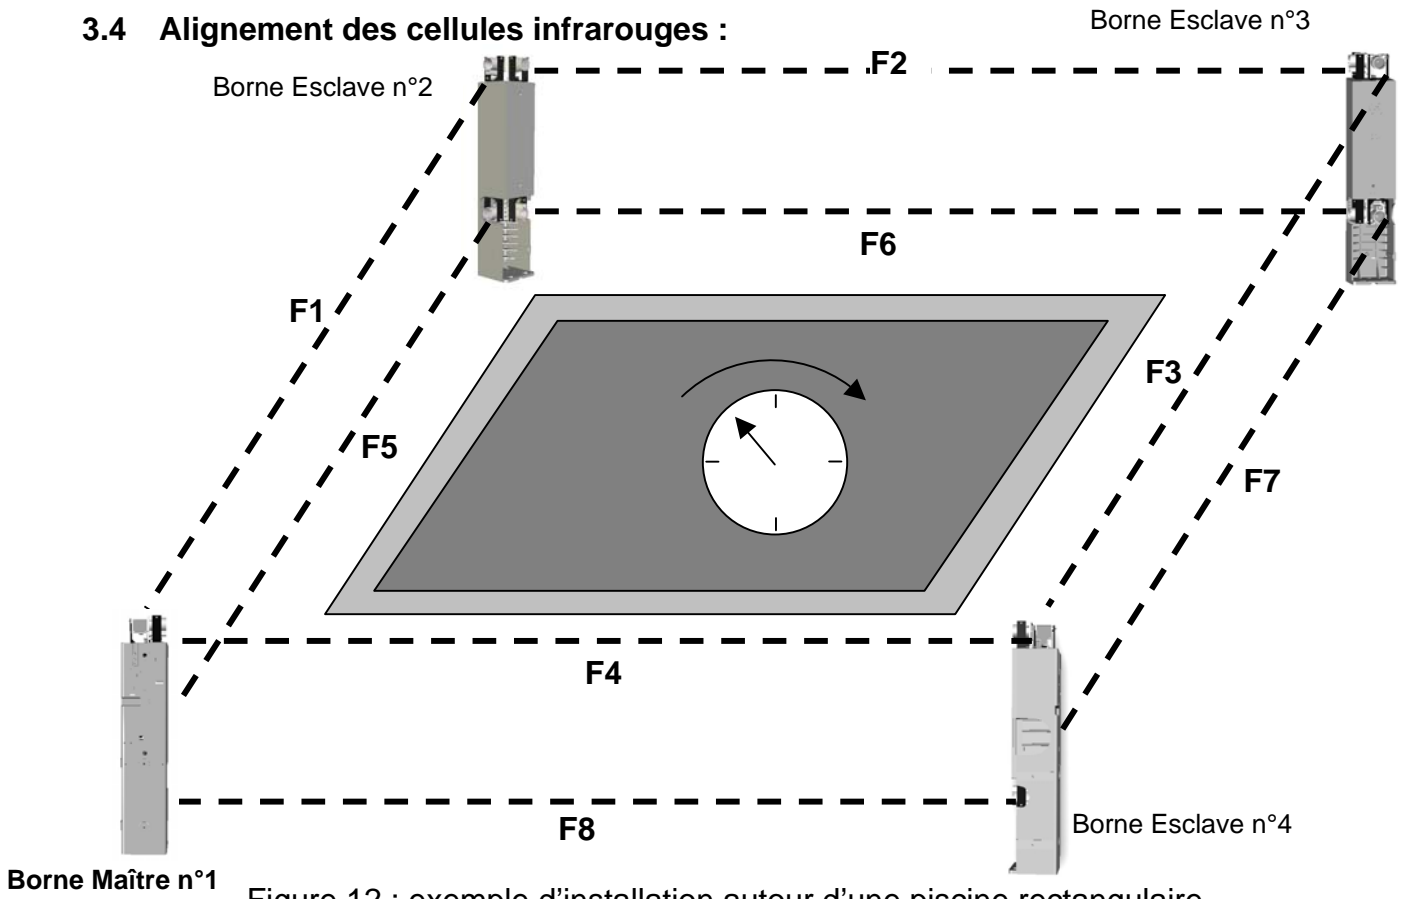

Figure 12 : exemple d'installation autour d'une piscine rectangulaire
- 2 – Commencer par le faisceau haut F1 (voir figure 12), partant de la borne maître